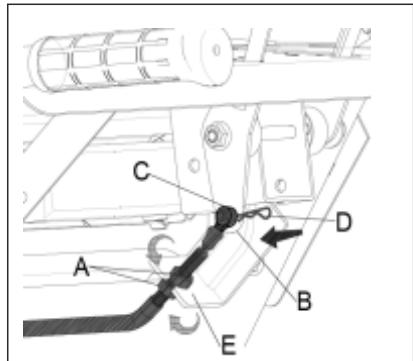
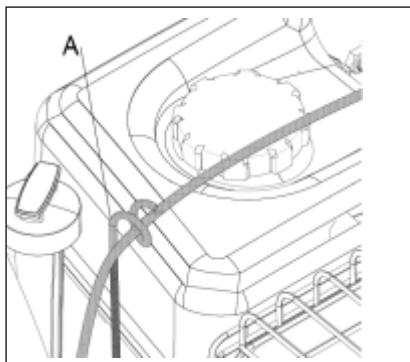

Рис. 10
Рис. 11
2) Прежде чем вставить конец кабеля управления крышкой желоба (рис. 10) в нужное положение, отверните два винта А (рис. 10). Закрепите его на планке (В, рис.10) с помощью штифта В (Д, рис.10), затем затяните два винта на основании (Е, рис.10), чтобы закрепить кабель. Прижмите кабель к направляющей (А, рис.11) для закрепления.